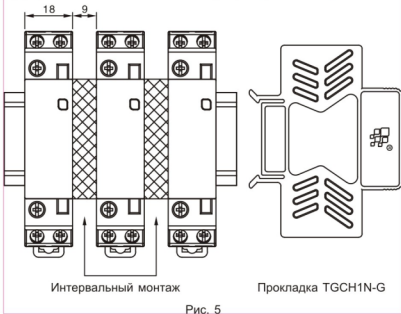

Рис. 5
8.6 При монтаже контакторов и контакторов с автоматическими выключателями вплотную друг к другу необходимо установить прокладку (TGCH1N-G) для рассеяния тепла (см. Рис.5); когда температура в распределительной коробке превышает +60С, контактор необходимо использовать на пониженной мощности.